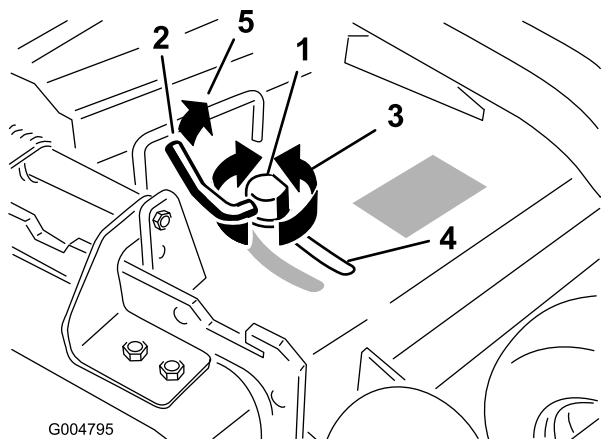

Bild 17
- Wenn Sie die Haltenocke einstellen möchten, schieben Sie den Hebel nach oben und lösen Sie die Haltenocke (Bild 17).
5. Schieben Sie den Hebel zurück, um das Ablenklech und die Haltenocke festzuziehen (Bild 17).